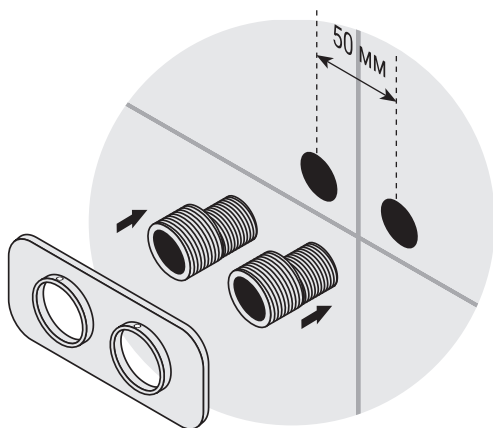

Рис.12
4.4.4. При помощи шестигранного ключа №12 произведите монтаж эксцентриков в водорозетки (рис. 12). Выставьте их на необходимом расстоянии с учётом того, что на них в дальнейшем будет установлен декоративный отражатель (рис. 12) и накидные гайки вентиля углового EU50 (рис. 13). Со стороны резьбы эксцентрика G 1/2" используйте материалы для герметизации резьбовых соединений).